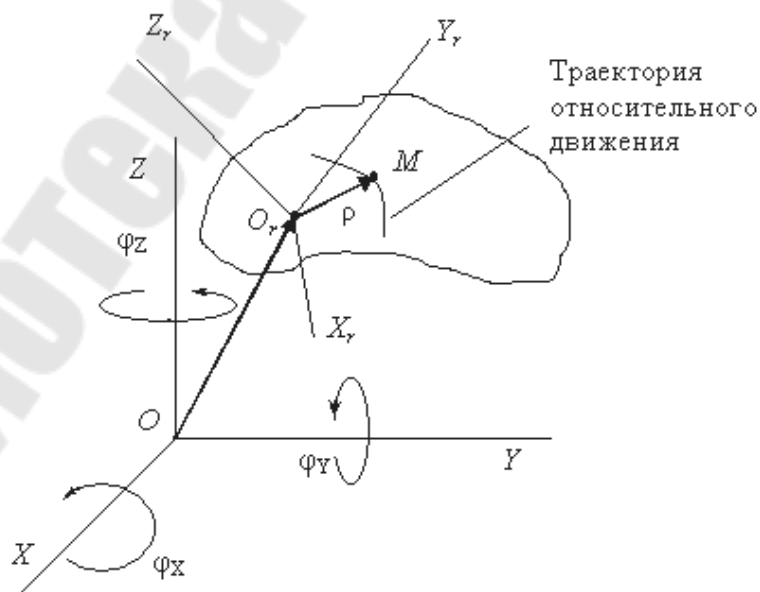

Рис. 29
34. Движение твердого тела, с которым жестко связана подвижная система координат (рис. 29).
35. Движение точки в системе отсчета, совершающей переносное движение (рис. 29).